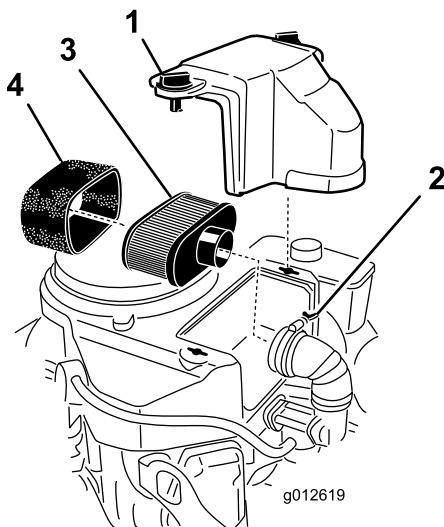

Figure 24
3. Nettoyez la surface autour du filtre à air pour éviter que des impuretés n'endommagent le moteur en tombant à l'intérieur (Figure 24).
4. Dévissez les boutons du couvercle et déposez le couvercle du filtre à air (Figure 24).
5. Dévissez le collier et déposez le filtre à air (Figure 24).
6. Sortez délicatement l'élément en mousse de l'élément en papier (Figure 24).
1. Ne nettoyez pas l'élément en papier, remplacez-le (Figure 24).
1. Glissez délicatement l'élément en mousse sur l'élément en papier (Figure 24).
2. Posez l'ensemble filtre à air sur sa base et fixez-le en place avec les 2 écrous à oreilles (Figure 24).
3. Mettez le couvercle du filtre en place et serrez le bouton (Figure 24).